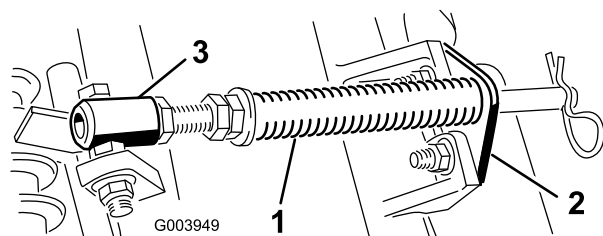

**Figura 4**
4. Asegúrese de que el contrapeso (Figura 4) está instalado en el extremo correcto de la unidad de corte, según lo indicado en el *Manual del operador* de la unidad de corte.